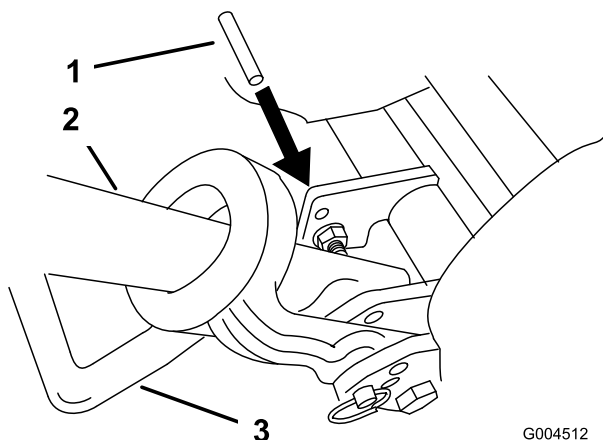

Figure 51
2. Abaissez la béquille. Insérez une goupille de 6,4 mm de diamètre (ou équivalent) dans le trou du bâti au-dessus du boulon de montage de la béquille (Figure 51).